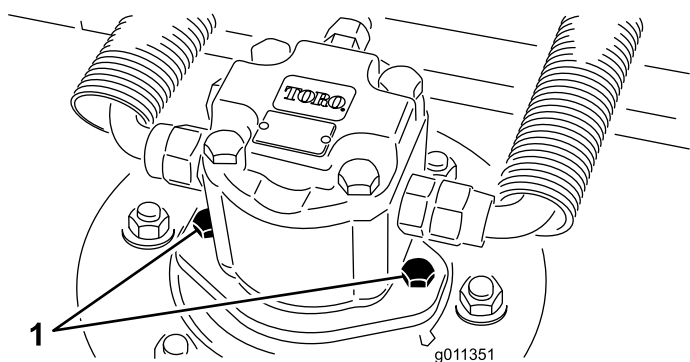

Figura 59
2. Desligue e retire o motor hidráulico da unidade de corte (Figura 59). Cubra a parte superior do eixo para não o sujar.
4. Instale o motor hidráulico na plataforma (Figura 59). Verifique se o anel de retenção está posicionado corretamente e não está danificado.